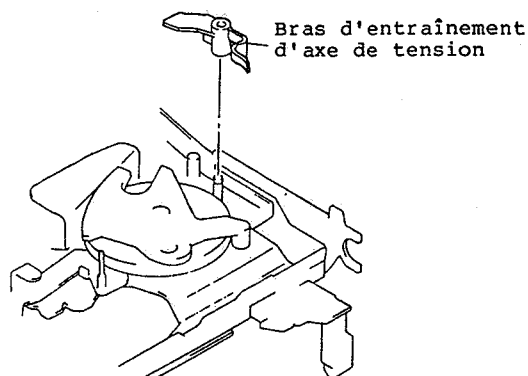

Fig. 2-89
1. Dégager le bras d'entraînement d'axe de tension du châssis. (Se reporter à la figure 2-89)